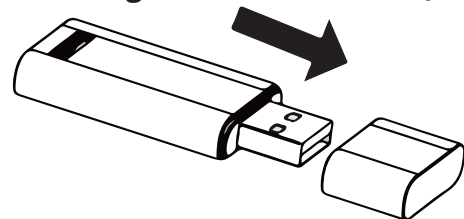

Fig. 7.7
1. Retire la tapa protectora del módulo inalámbrico (consulte la **Fig. 7.7** a continuación).